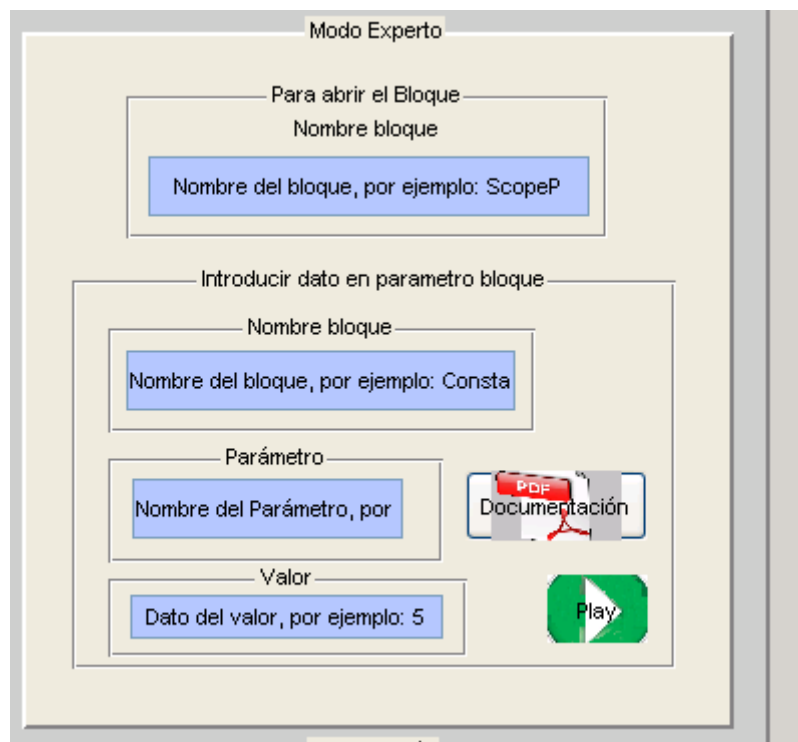

Figura 43. Modo Experto.
2. El segundo sub-panel que nos encontramos se llama “Modo experto” y que se muestra en la figura 43: